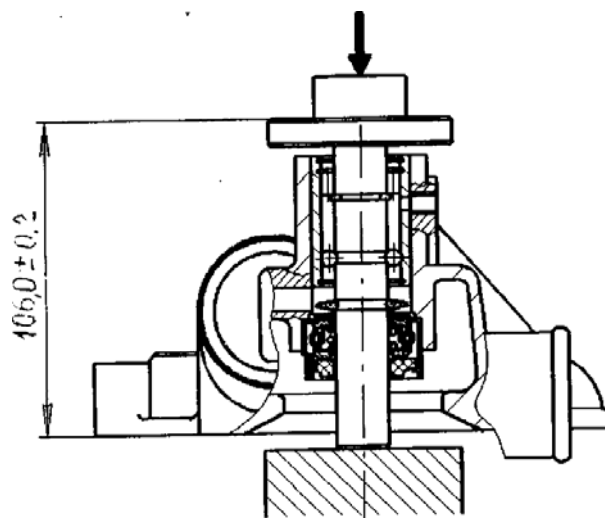

Рисунок 46 – Напрессовка ступицы шкива водяного насоса на вал
- напрессовать на вал подшипника ступицу шкива насоса, выдержав размер $106,0 \pm 0,2$ мм. (рисунок 46);